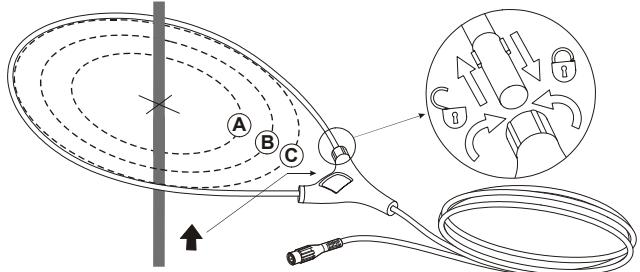

Figura 1. Applicazione della sonda flessibile intorno al conduttore.
• con posizione del conduttore nella finestra della sonda (Vedere la Figura 1) • 0.5 to 30 A	A=12.7 mm ±0.5% della lettura B=20.3 mm ±1.0% della lettura C=35.6 mm ±2.0% della lettura ±1 punti o 0.1 A (utilizzare il valore più alto)
- Applicare la sonda flessibile intorno al conduttore (Vedere la Figura 1.)